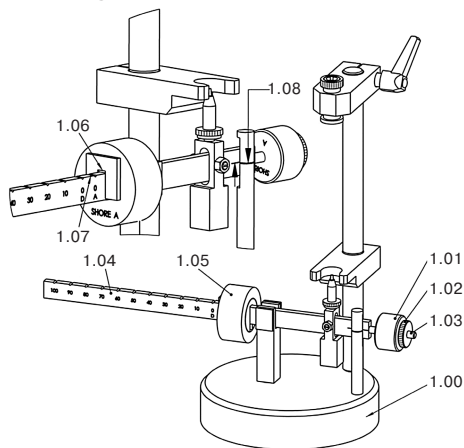

Рис.1. Установка диапазонов измерений по Шору А, В, 0, А0, Е AND L, L/C.
- Закрутите противовес по Shore A (1.01, Рис.1) и гайку с накаткой (1.02, Рис.1) на шпindelь с резьбовым концом (1.03, Рис.1) балансирующего плеча (1.04, Рис.1).
Гайка (1.02, Рис.1) закрепляет противовес (1.01, Рис.1).
- Переместите противовес Shore A (1.05, Рис.1) на ноль, позиция «А» (1.07, Рис.1).
Упорная пластинка (1.06, Рис.1) подвижного груза (1.05, Рис.1) должна быть со свободной стороны балансирующего плеча (1.04, Рис.1).
- Поворачивайте противовес (1.01, Рис.1) пока отметки (1.08, Рис.1) не совпадут.
- Зафиксируйте противовес (1.01, Рис.1) гайкой с накаткой (1.02, Рис.1).